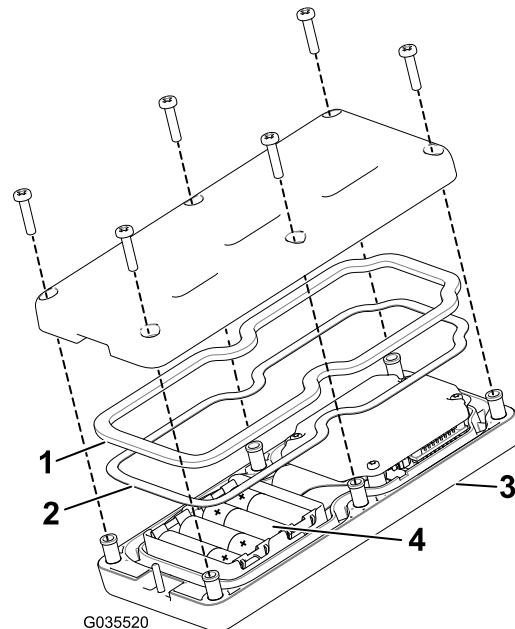

Bild 31
3. Nehmen Sie die sechs Schrauben aus der Rückseite der Fernbedienung heraus und nehmen Sie die Abdeckung ab (Bild 31).
5. Legen Sie jede neue Batterie in das Batteriefach ein und achten Sie auf die richtige Polarität. (Wenn die Batterien falsch eingelegt sind, wird das Gerät nicht beschädigt; es funktioniert jedoch nicht.) Das Fach hat Polaritätsmarkierungen für jeden Anschluss (Bild 31).
6. Wenn Sie die Gummidichtung und die Stahldichtung aus Versagen entfernen, setzen Sie sie vorsichtig in den Kanal in der Handfernbedienung ein (Bild 31).
7. Setzen Sie die Abdeckung auf, befestigen Sie sie mit den sechs vorher entfernten Schrauben (Bild 31) und ziehen Sie sie bis auf 1,5-1,7 N·m an.